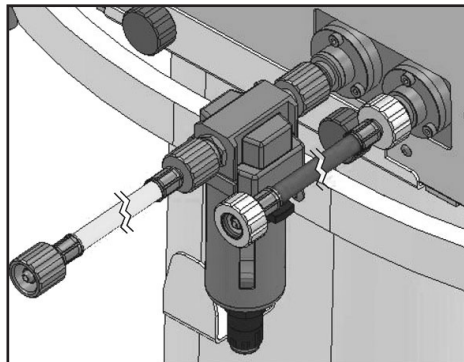

Fig. 3-2 Conexão de gases desde a fonte de alimentação. Na entrada de AR se pode observar um filtro para ar comprimido.
- Conectar na entrada AIR do ventilador o filtro para ar comprimido, de maneira que fique como mostrado na Fig. 3-2. Aperte-o firmemente com a mão